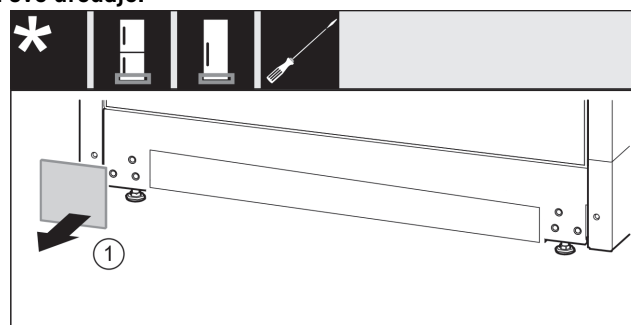

Fig. 18
- ▶ Skinite poklopac Fig. 18 (1).